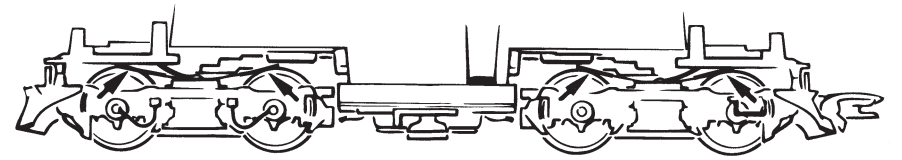
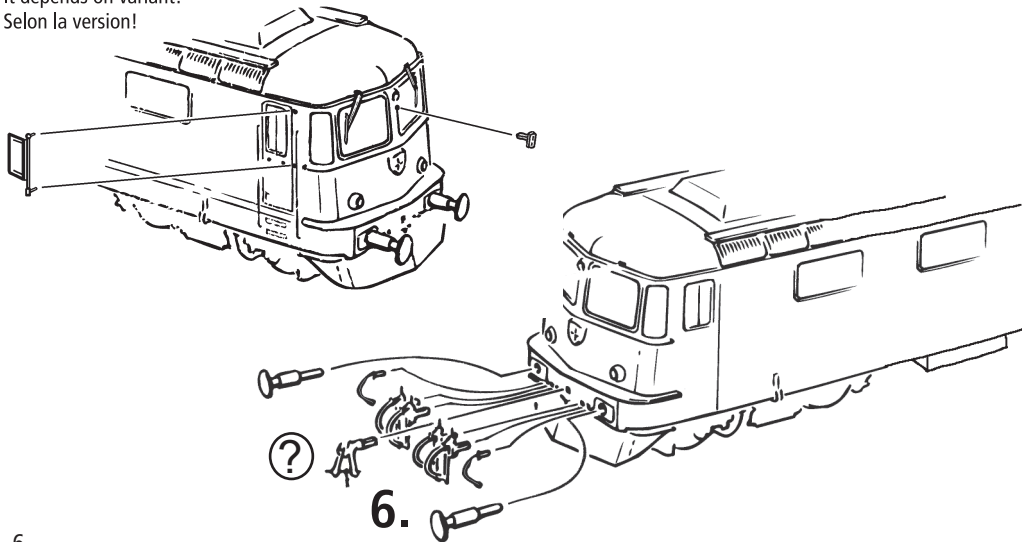

Fig. 8
Fig. 3
2. Schmierung: Versehen Sie die im Schmierplan in Fig. 6 gekennzeichneten Stellen mit nur **kleinen Öltropfen**. Dazu zuerst das Lokgehäuse abnehmen (Fig. 3). Wir empfehlen den **ROCO Öler Art.-Nr. 10906**. Fürs Schmieren der Getriebeteile (Zahnräder, Schnecke) empfehlen wir das **ROCO-Spezialfett Art.-Nr. 10905**. Im Falle der Schmierung diese Teile **nicht ölen**.
Mehrzugbetrieb: Zuerst Lokgehäuse abnehmen (Fig. 3). Danach den Brückenstecker aus der Schnittstelle entfernen (diesen sorgsam aufbewahren). Danach den Stecker des Steuerbausteins lagerichtig einsetzen (siehe Fig. 5).
4. Kohlebürstenwechsel: Lokgehäuse abnehmen (Fig. 3). Danach wird der Motor ausgebaut und die Kohlebürsten ausgewechselt (Fig. 8).
2. Lubrication: Apply **tiny oil drops** to spots marked in fig. 6. Prior to lubrication dismantle locomotive (fig. 3). We recommend using item no. **10906, Roco oiler**. For lubrication the gearparts (e.g. cogwheels, worm) we should recommend our Roco **special grease** (item no. **10905**).
4. Carbon Brush Changing: First remove loco body (fig. 3), and then the motor (fig. 8).
2. Graissage: N'appliquez **qu'une toute petite goutte** aux endroits indiqués par le plan de graissage (fig. 6) après avoir démonté la caisse de la locomotive (fig. 3). Nous vous recommandons **le graisseur à huile Roco réf. 10906**. Pour graisser les engrenages (roues dentées, vis sans fin) nous vous conseillons la **graisse spéciale Roco réf. 10905** pour engrenages en matières synthétiques. Lorsque vous utilisez cette graisse il faut éviter d'huiler ces composants.
4. Remplacement des balais du moteur: Démontez la caisse (voir fig. 3). Démontez ensuite le moteur et échangez le balais (fig. 8).